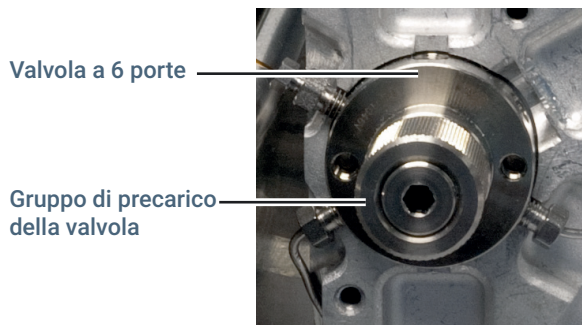

Figura 23. Gruppo di precarico della valvola
- 6 Con una mano, svitare il gruppo di precarico sulla parte anteriore della valvola (**Figura 23**).